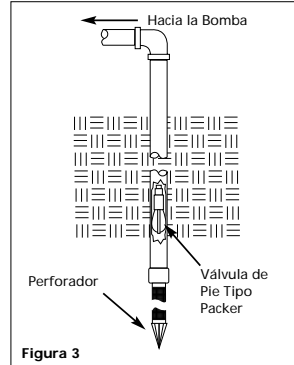

Figura 3
**NOTA:** Puede instalar una válvula de pie tipo packer en el pozo (Vea la Figura 3). Este tipo de válvula de pie permite que la tuberías en el pozo se